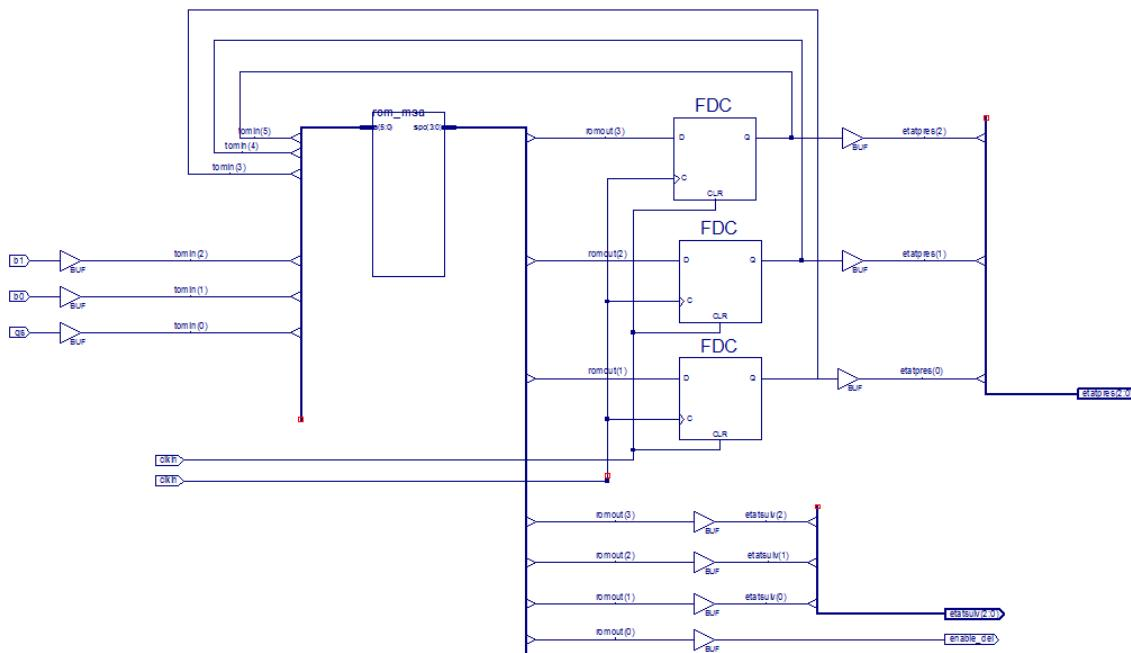

Figure 29. Schéma complété de la MSA.
2. De retour dans le schéma ouvert dans l'espace de travail, placez le symbole rom_msa dans le haut de la partie centrale du schéma (référez-vous à la Figure 29 pour disposer les composants).
4. Repositionnez le pointeur de la souris dans l'espace de travail et placez trois instances de la bascule **fdc** à droite du composant rom_msa. Fiez-vous à la Figure 29 pour placer les bascules au bon endroit.
Complétez le schéma de la MSA en vous aidant du schéma complété montré à la Figure 29.
4. À l'aide de la fonction Add Wire, faites courir un bus allant jusqu'au dessus de la sortie du buffer le plus haut. Le résultat devrait être conforme au schéma complété montré à la Figure 29.
5. Connectez la sortie de chaque buffer à ce bus à l'aide de la fonction **Add Bus Tap**, comme vous l'avez fait précédemment à la section Ajoutez des bus et des taps. Choisissez le sens Right. Nommez la sortie du 1^{er} buffer etatpres(2); Nommez les deux autres etatpres(1) et etatpres(0) du plus haut au plus bas.
6. Ajoutez quatre buffers, sous les 3 bascules D, vis-à-vis la partie inférieure du bus romout(3:0). Consultez la Figure 29 pour savoir comment disposer les composants.
8. Assurez-vous que l'entrée du 1^{er} buffer est connectée au fil romout(3) du bus, celle du 2^{ième} au bit romout(2) et celle du 3^{ième}, au bit romout(1).
9. Ensuite, déplacez l'étiquette etatsuiv(2:0) légèrement sous le 3^{ième} buffer (entre le 3^{ième} et le 4^{ième} buffer, comme montré sur le schéma complété, Figure 29).
11. Connectez la sortie de chaque buffer au bus etatsuiv(2:0) à l'aide de la fonction **Add Bus Tap**. Les tap doivent être positionnés vers la droite. Le bit etatsuiv(2) doit être connecté sur la sortie du 1^{er} buffer, etatsuiv(1) sur celle du 2^{ième} buffer et etatsuiv(0) sur celle du 3^{ième} buffer.
13. Connectez l'entrée de ce buffer au bus romout(3:0) grâce à la fonction **Add Bus Tap** avec le tap positionné vers la gauche. Après avoir cliqué sur le bus avec le tap du curseur, changez le Net Name pour romout(0) dans l'espace Options. Cliquez sur l'entrée du buffer avec le curseur pour créer le tap. Le bit créé doit prendre le nom romout(0).
1. Tout d'abord, ajoutez trois buffers vis-à-vis la partie inférieure du bus romin(5:0) comme illustré sur la Figure 29.
2. Assurez-vous que votre schéma est conforme au schéma complété montré à la Figure 29 et sauvegardez-le.